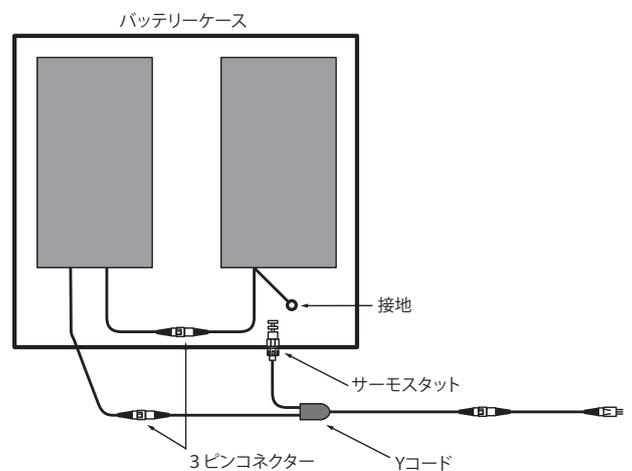

図3 バッテリーケースに接続された複数のバッテリーパッド。Yコードでサーモスタットが追加できます。
- ▶ バッテリーパッドを複数台設置する場合、3ピンコネクタでパッドを接続してください。パッドが確実に接続されておりラッチが嵌合していることを確認してください。接地線を接続してください。図3参照。